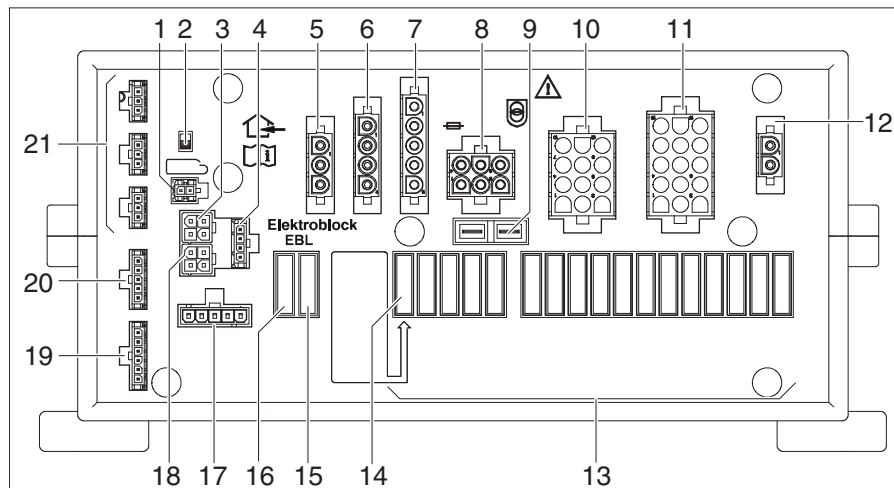

Bild 265 El-block (EBL 402/403)
El-blocket EBL 402/403 (Bild 265) finns i det bakre förvaringsutrymmet på höger sida.
- ▷ Batteriebrytaren (Bild 265,2) skiljer alla förbrukare som är anslutna på el-blocket från 12V-nätet.
- Stäng av och sätt på batteriebrytaren (Bild 265,2) tre gånger i följd.